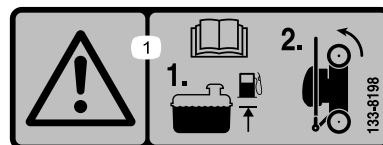

Figura 18
1. Assicuratevi che il livello del carburante nel serbatoio del carburante non sia superiore a quello raccomandato dal produttore del motore; fate riferimento all'adesivo del produttore del motore sul motore stesso (Figura 18).